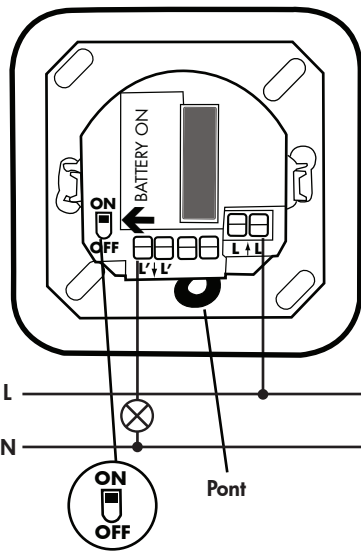

Fig. 4
• Connecter le détecteur suivant la figure 4.